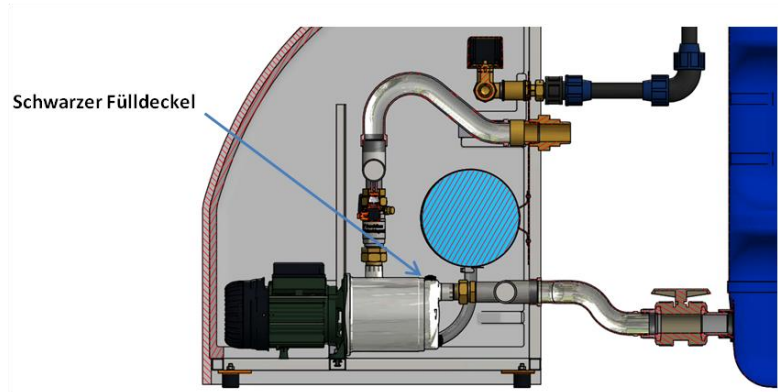

Abbildung 43: Entlüften der Druckpumpe
- V. Beide Druckpumpen durch Öffnen des schwarzen Fülldeckels entlüften bis Wasser austritt (siehe Abbildung 43).